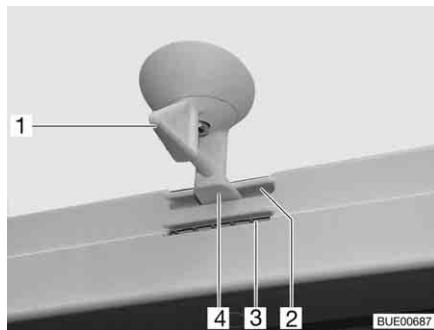
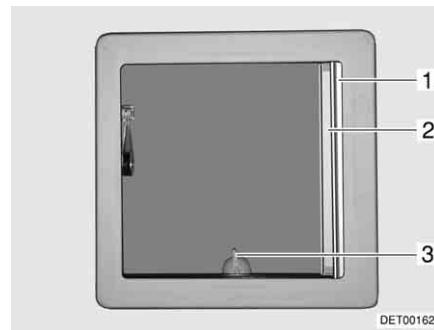

Fig. 42 Oblò inclinabile, bloccaggio
Fig. 43 Oblò inclinabile
- Ruotare la leva (Fig. 42,1 o Fig. 43,3) di un quarto di giro.
- Girare la leva di un quarto di giro. Il bloccaggio (Fig. 42,4) deve entrare nella feritoia inferiore (Fig. 42,3).
- Girare la leva di un quarto di giro. Il bloccaggio (Fig. 42,4) deve entrare nella feritoia superiore (Fig. 42,2).
- Tirare la tendina oscurante pieghevole (Fig. 43,1) fino alla posizione desiderata e rilasciare. La tendina oscurante pieghevole rimane in questa posizione.
- Estrarre la zanzariera a rullo (Fig. 43,2) fino a quando non scatta il blocaggio dalla parte opposta.